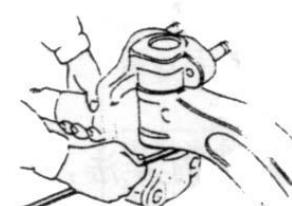

图 5-2
- (1) 将转向节及止推轴承装于前轴上，选择适当的垫片来调整间隙，保证间隙 0.1mm 以下(图 5-2)；